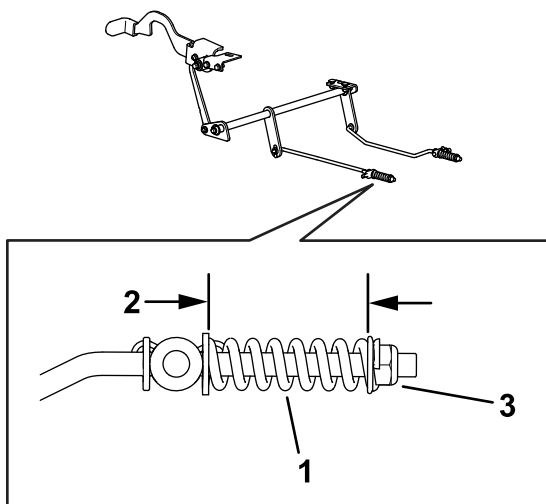

Figura 60
8. Verificați ambele lungimi de arc aa cum se arată în Figura 60. Dacă este necesară o reglare, rotiți în sensul acelor de ceasornic piulă de reinere a arcului pentru a scurta arcul i în sens invers al acelor de ceasornic pentru a-l lungi. Repetați pasul 6.